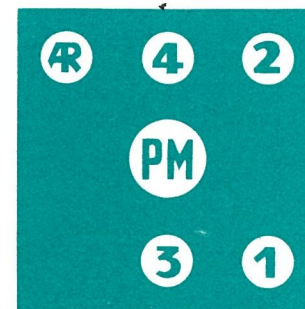

FIG. 11
- 2 - Suivant l'état de la structure superficielle du sol, de la déclivité du terrain, et de la charge accusée par la benne, (voir possibilités de chargement des bennes, page 23), disposer le levier de changement de vitesses dans la position correspondant à la première ou deuxième vitesse avant (disposition des vitesses, FIG. 11). Ne jamais enclencher la 3^e ou la 4^e vitesse, lors de la mise en route.